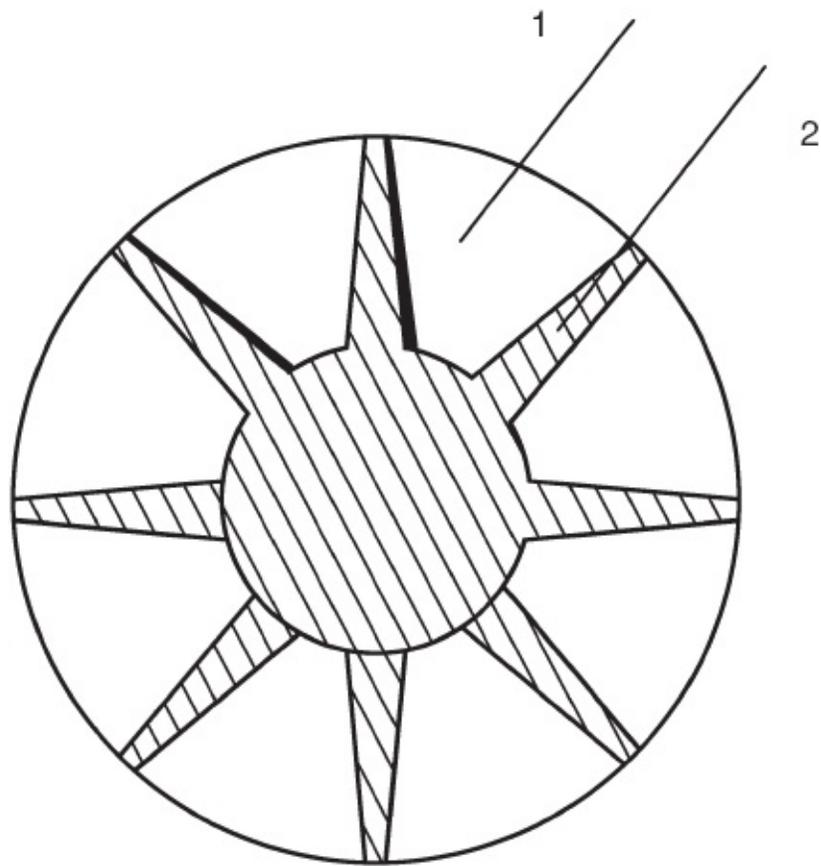

Рис. 90. Плечики бидона с разметкой на сектора (вид сверху):
1. Отрежьте у бидона горловину и ручки, после чего разделите плечики на 8 секторов (угол наклона — $8 - 10^\circ$), вырежьте узкие плоскости, а широкие загните внутрь (рис. 90).